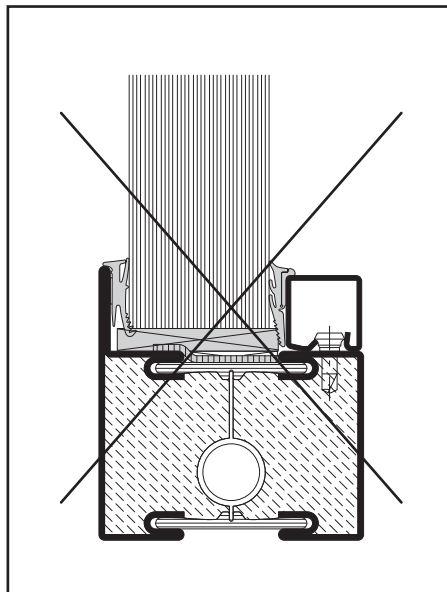

Abb. 20 / Fig. 20 / Fig. 20
- Es ist darauf zu achten, dass die Glasklötze glasleistenseitig gegenüber dem Glas nicht zu stark vorstehen. Ansonsten wird die Montage der Keildichtung erschwert (Abb. 20).
- Veiller à ce que dans la zone de calage du coté des parclose la cale ne ressorte pas trop. Cela compliquerait la pose du joint (fig. 20).
- Ensure that the glazing pads do not protrude excessively past the glass on the glazing bead side. Otherwise the installation of the wedge weatherproofing will be made more difficult (fig. 20).